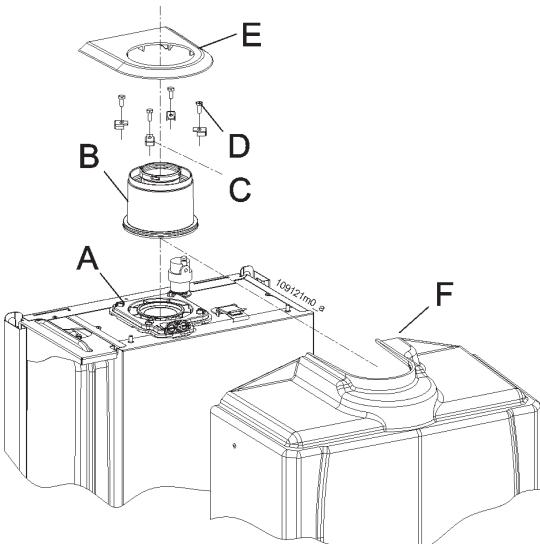

Figura 5-36 - Installazione del sistema coassiale
Per collegare l'apparecchio ad un sistema "Coassiale 60/100PP" occorre richiedere l'apposito kit ed installarlo come in Figura 5-36.
- 5.-applicare la guarnizione "E" come da Figura 5-36.